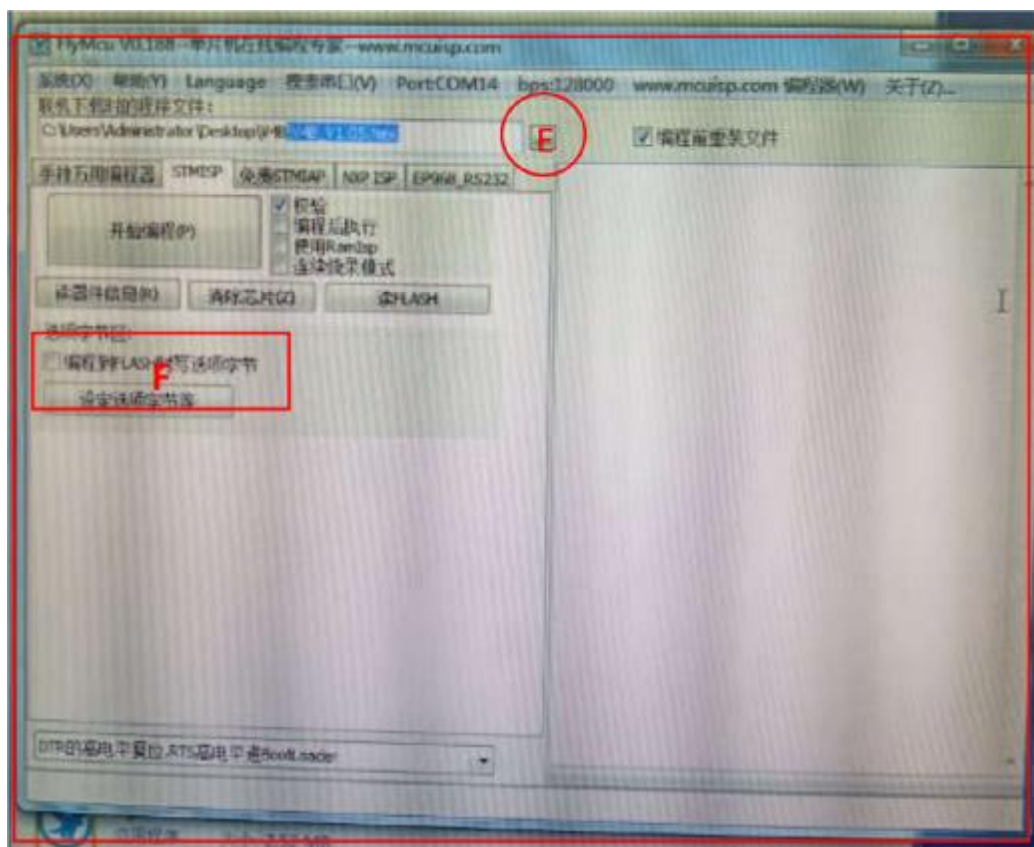

图 3
5、依次打开文件“V4B -FlyMcu”，打开 FlyMcu 烧写工具，出现如图 3 中红色框内对话框。
- 6、点击图 3 圆圈“F”处，选取当前最新版本，依次将“F”处□“√”取消。